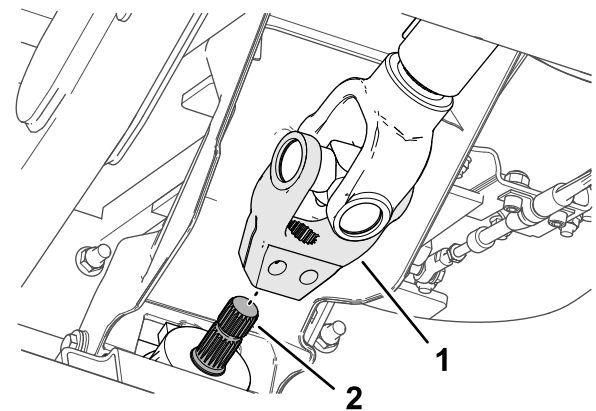

Figura 15
5. Allineate le scanalature nella forcella dell'albero di trasmissione sulle scanalature dell'albero di ingresso dell'attrezzo (Figura 15), e fate scorrere la forcella sopra l'albero.